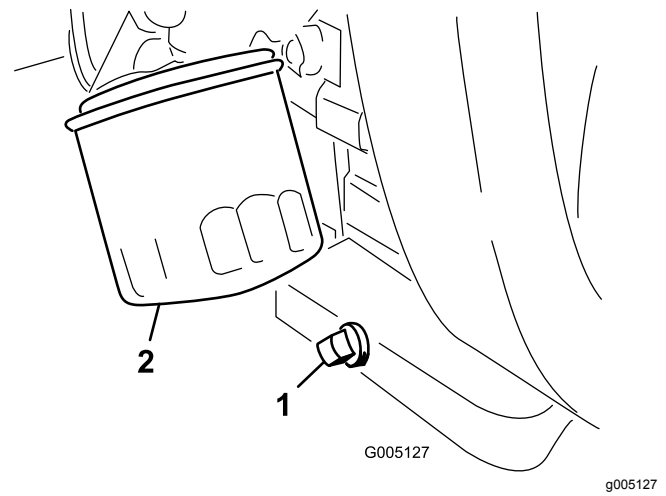

Bild 46
2. Entfernen Sie den Ölfilter (Bild 46). Ölen Sie die neue Dichtung am Ölfilter leicht mit frischem Öl ein.
1. Entfernen Sie die Ablassschraube (Bild 46) und lassen das Öl in eine Auffangwanne ab. Schrauben Sie die Ablassschraube wieder ein, nachdem das Öl abgelassen ist.